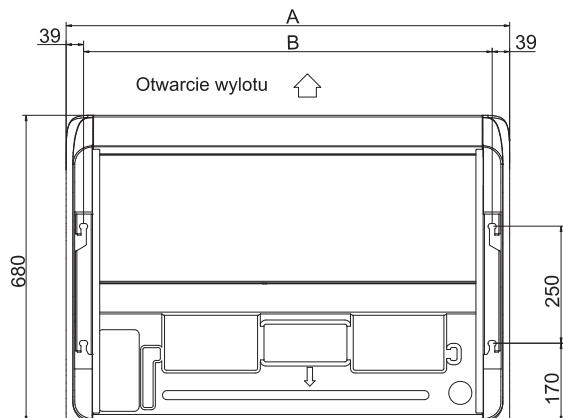

Rys. 3.3.1 Mocowanie sworzni zawieszenia
(1) Rozważ dokładnie kierunek rury, okablowanie i dostęp do konserwacji, a następnie wybierz właściwy kierunek i miejsce instalacji.
(2) Zamontuj śruby zawieszenia jak pokazano na Rys. 3.3.1 poniżej.